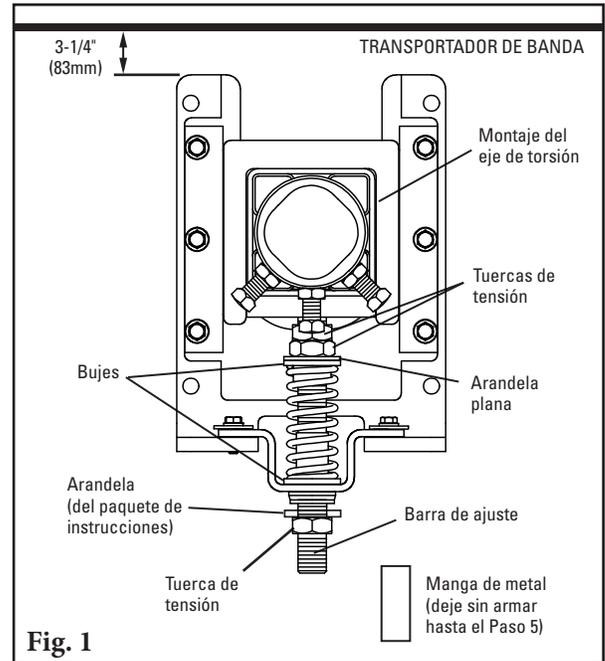

Fig. 1
1. **Instale las bases de montaje del tensor de resorte.** Con una mordaza coloque la base de montaje en posición de manera que la brida superior de la base esté 1" (25mm) sobre la banda (Fig. 1). Atornille o suelde la base de montaje en su lugar. Ubique e instale la base de montaje en el lado opuesto.
- Configure de nuevo el tensor estándar al estilo de empuje.** Retire las 3 tuercas de tensión, la arandela plana, los 2 bujes, el resorte, la manga y el soporte de sombrero; arme de nuevo (Fig. 1) con 2 tuercas de tensión, la arandela plana, 2 bujes, el resorte y el soporte de sombrero en el extremo superior de la barra de ajuste. Agregue la arandela (del paquete de instrucciones) y la 3ra tuerca de tensión en la parte inferior de la barra de ajuste.
- Instale las bases de montaje del tensor.** Coloque las bases en la estructura o chute de manera que las partes superiores de las patas de la base estén a 3-1/4" (83mm) debajo de la banda (Fig. 1).
1. **Instale las bases de montaje del tensor de aire/agua.** Con una mordaza coloque la base de montaje en posición de manera que la base esté alineada con la banda (Fig. 1). Atornille la base de montaje en el lugar. Ubique e instale la base de montaje en el lado opuesto.
1. **Kit de guía de desensamblar.** Quite las tuercas y arandelas de ambos lados del tensor (Fig. 1).